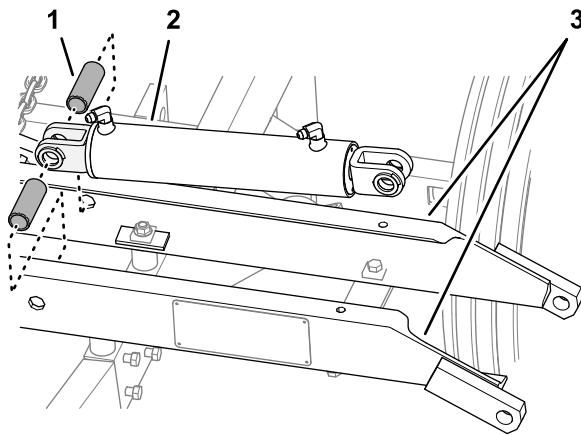

Figura 9
1. Alinee los orificios de los 2 tubos espaciadores y los orificios de las pestañas del cilindro de elevación de la unidad de corte 6 con los orificios de 25 mm (1") de diámetro de la parte superior de los travesaños (Figura 9).